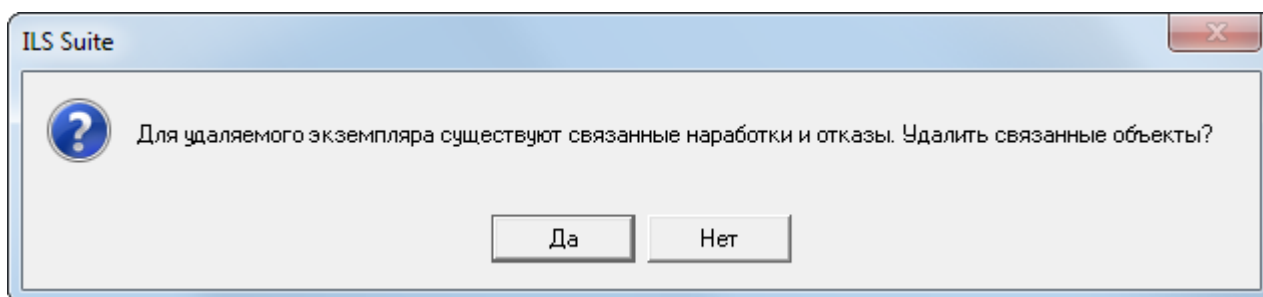

Рис. 13-25 – Проверка на наличие связи с наработкой и отказами
4) Если удаляемый экземпляр ПКИ связан с наработкой и/или отказами, выводится диалоговое окно (рис. 13-25).